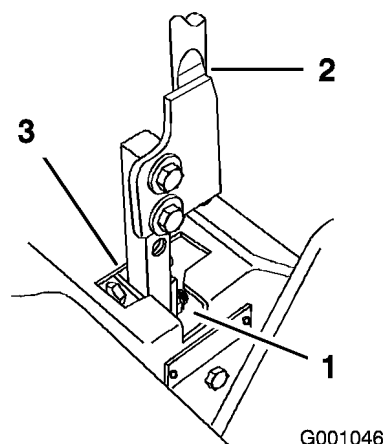

Figure 50
5. Placez le levier au point mort, sans le verrouiller (Figure 50).
7. Vérifiez la position du levier par rapport au cran de la console (Figure 50). Il doit être centré de façon à pouvoir pivoter vers l'extérieur jusqu'à la position de verrouillage du point mort.